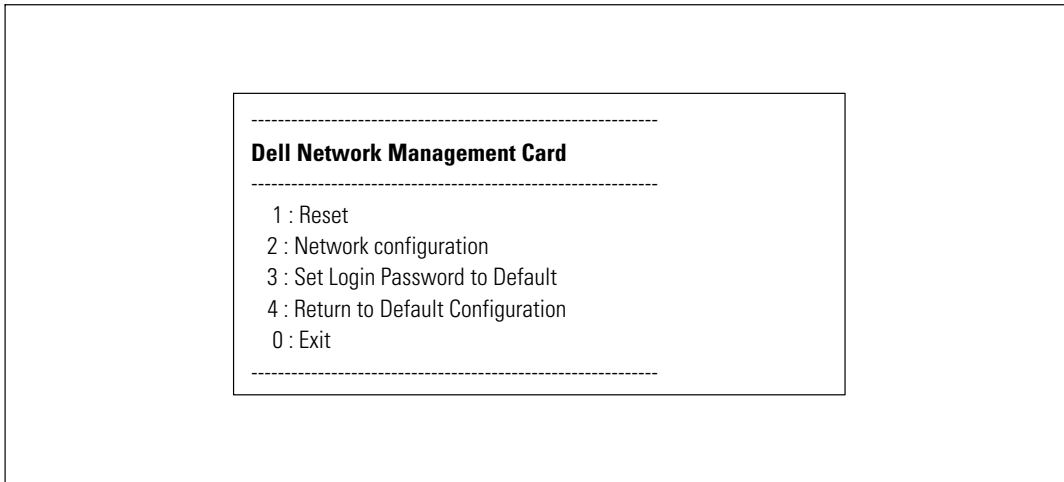

Figura 38. Menú principal de la Tarjeta de gestión de red de Dell
- 3 Introduzca la contraseña **admin** (no modificable). Se muestra el menú principal de la Tarjeta de gestión de red de Dell (consulte la Figura 38).